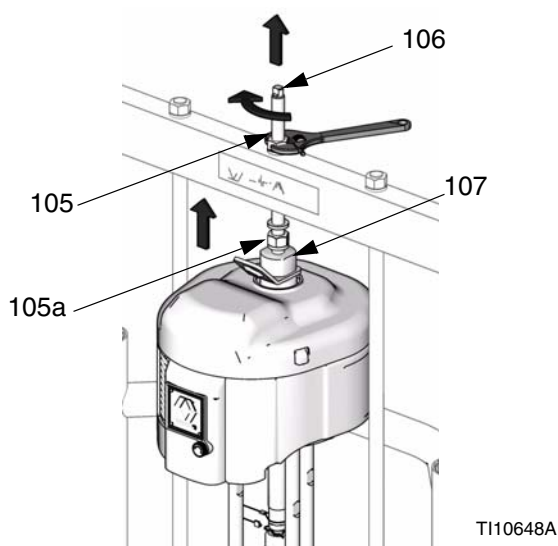

FIG. 21
sur le bas de pompe en travaillant l'écrou (105) situé sur la barre de l'élévateur à l'aide de la clé. Voir FIG. 21 à la page 21. Vissez l'écrou (105) et serrez-le sous la barre de l'élévateur. Serrez l'écrou (105) en dessous du stabilisateur à 34 N•m maximum.